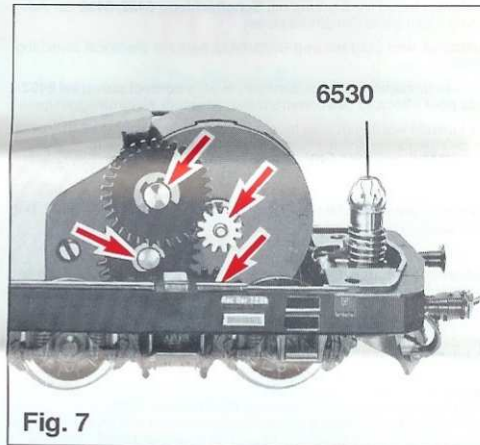

**Fig. 6**
**Kohlenwechsel:** Der Motor ist in einem Drehgestell der Lok eingebaut. Kohlenrohrkappen abziehen. Ersatz-Kohlen mit Feder einsetzen (Fig. 6).
**Changing Brushes:** The motor is mounted on the bogie. Pull off the retaining caps. Insert new brushes and springs (fig. 6). The wheels are fitted with traction tyres.
**Remplacement des balais:** Le moteur est incorporé dans un des bogies. Retirer les capuchons de porte-balais. Placer un nouveau balais avec son ressort (fig. 6).
**Koolborstel wisselen:** De motor is in een draaistel van de loc ingebouwd. De beschermkap van de koolborstel wegnemen en nieuwe koolborstel met veer plaatsen (fig. 6).
**Kolbyte:** Motorn är monterad i en av boggierna på loket. Dra av kolhattarna. Montera kol med fjäder (fig. 6). Dessa hjul är utrustade med slirskydd.
**Cambio carboncino:** Il motore è montato in un carrello della locomotiva. Togliere i cappucci dai tubi del carboncino. Collocare il carboncino di sostituzione con una molla (fig. 6).